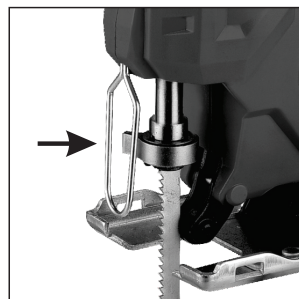

Рис. 2
- Чтобы установить лезвие, передвиньте кольцо быстрозажимного держателя влево (рисунок 2).